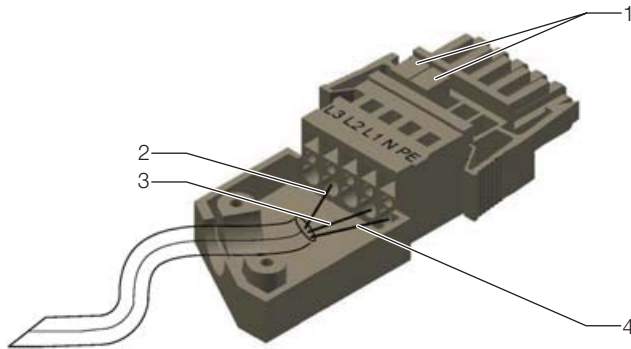

Рис. 35: Схема штекера подключения с корпусом для защиты от натяжения
- Соедините подключения фаз в штекере подключения с помощью двух прилагаемых перемычек (рис. 35, поз. 1). Установите перемычку между фазами L1 и L2 и еще одну перемычку между фазами L2 и L3.